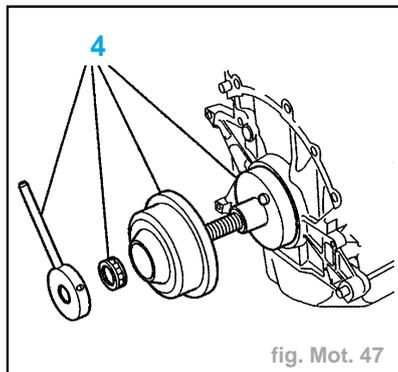

fig. Mot. 47
- Reposer le joint à lèvres du vilebrequin à l'aide de l'outil (4) (réf. 187H) (fig. Mot. 47).